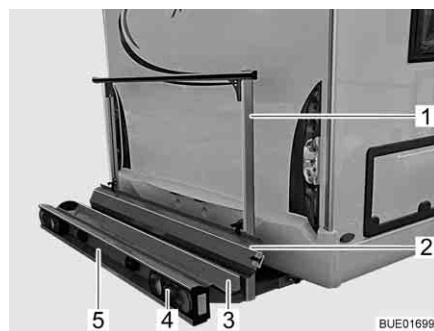
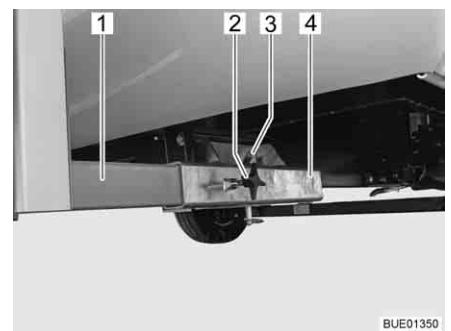

Fig. 7 Soporte para cargas
Fig. 8 Dispositivo de fijación en el vehículo
El soporte para cargas (Fig. 7) permite llevar una motocicleta o un escúter con un peso de hasta 130 kg.
- Cubeta portadora (Fig. 7,3) y estribo de sujeción (Fig. 7,1) con dispositivo de fijación en el vehículo (Fig. 8)
- Luces traseras (Fig. 7,4)
- Luz de matrícula (Fig. 7,5)
- Riel de subida (Fig. 7,2)
- Dispositivo de fijación en el vehículo** Los dos soportes longitudinales (Fig. 8,1) del soporte para cargas están fijados con tornillos de torniquete (Fig. 8,2) en los alojamientos cuadrados (Fig. 8,4) en el piso del vehículo. El soporte para cargas está asegurado mediante un perno (Fig. 8,3) con anillo de retención.